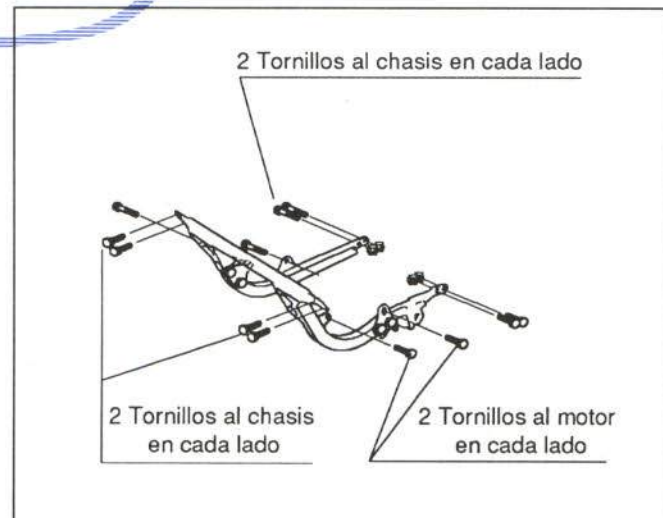

Figura 34.- Unión del subchasis
La unión de esta pieza se detalla en la figura 34.
- Subchasis (figura 34)
- Subchasis con pata de cabra (figura 34)